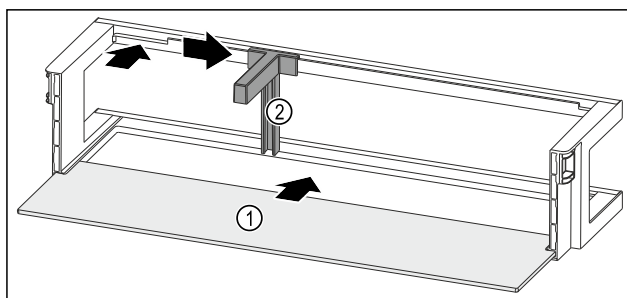

Fig. 101 Dveřní přihrádka s odkládací plochou
- ▶ Odkládací plochu Fig. 101 (1) zasuňte do bočních vybrání.
- ▶ Držák lahví Fig. 101 (2) vložte do vybrání.
- ▶ Držák lahví Fig. 101 (2) posuňte na stranu do požadované polohy.